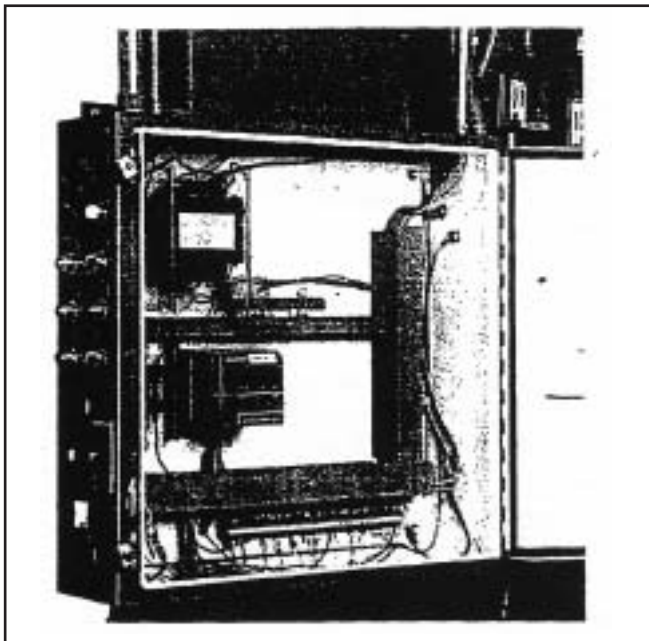

Fig. 6. Installation dans armoire électrique.
1. Installer le module relais verticalement (voir fig. 6), ou horizontalement avec les bornes en lame de couteau orientées vers le bas. Le module relais doit se trouver dans une armoire électrique.